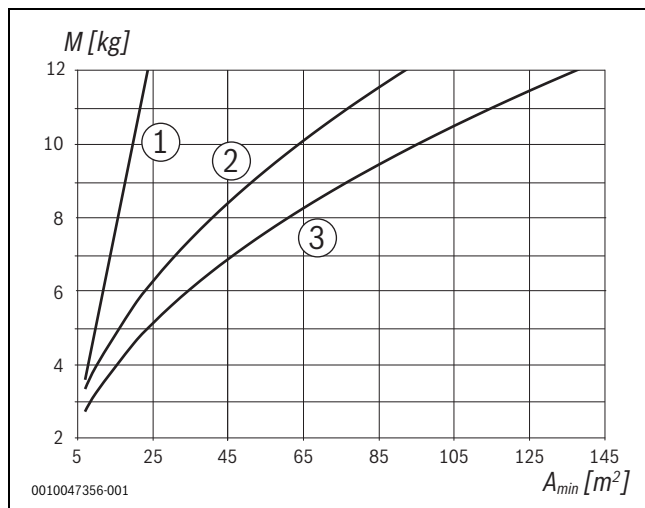

fig. 2
- Sipërfaqja minimale e dhomës duhet të plotësojë vlerat përkatëse në Fig. 2